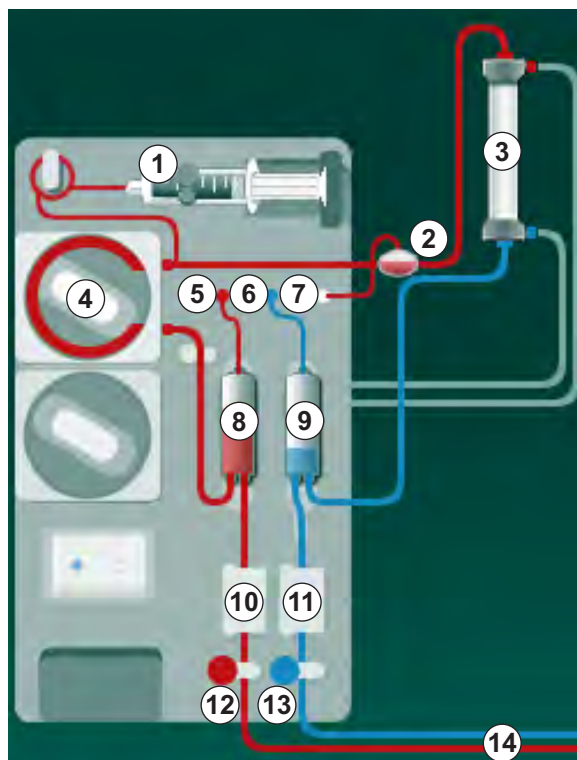

Bild 3-2 Driftsätt - Enkelnål Cross-Over
Med venklämman (Bild 3-2 Driftsätt - Enkelnål Cross-Over (35), ⑬) stängd och artärklämman ⑫ öppen, pumpar blodpumpen ④ blod från patienten genom dialysatorn ③ in i den venösa kammaren ⑨ . Trycket i venkammaren ⑨ övervakas via ventryckssensorn ⑥ . Så snart som det inställda övre trycket uppnås, stängs blodpumpen ④ av och venklämman ⑬ öppnas. Tack vare trycket i venkammaren ⑨ , flödar blodet genom dialysatorn ③ tillbaka till patienten tills det undre tröskeltrycket uppnås. När det undre tröskeltrycket har uppnåtts i venkammaren ⑨ , eller den inställda tiden för återflöde har gått, stängs venklämman ⑬ . Kort efteråt öppnas artärklämman ⑫ . Blodpumpen ④ aktiveras och processen börjar om igen med att blod tappas från patienten.